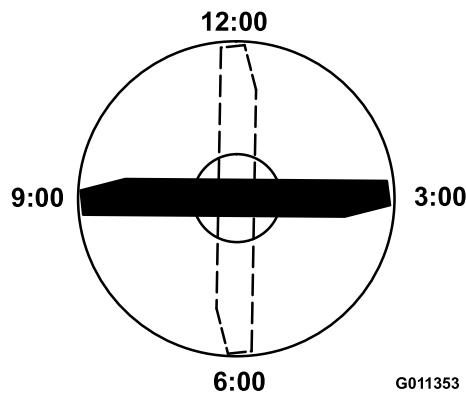

Bild 100
5. Positionieren Sie die Schnittkante der markierten Messerseite in die 12-Uhr-Stellung (geradeaus in Mährichtung) (Bild 100) und messen die Höhe vom Tisch bis zur Schnittkante.
6. Drehen Sie die markierte Seite des Messers auf die 3- und die 9-Uhr-Stellung (Bild 100) und messen die Höhe.